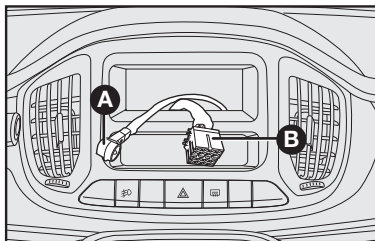

fig. 103
- cabo e plugue de alimentação elétrica para o autorrádio **B-fig. 103**.
- cabo e conector para antena de teto **A-fig. 103**.
- cabos e plugue para conexão dos alto-falantes e tweeters **B-fig. 103**.
- cabo de alimentação do autorrádio **B-fig. 103**.
- cabo para tweeter e alto-falante dianteiros e traseiros **B-fig. 103**.